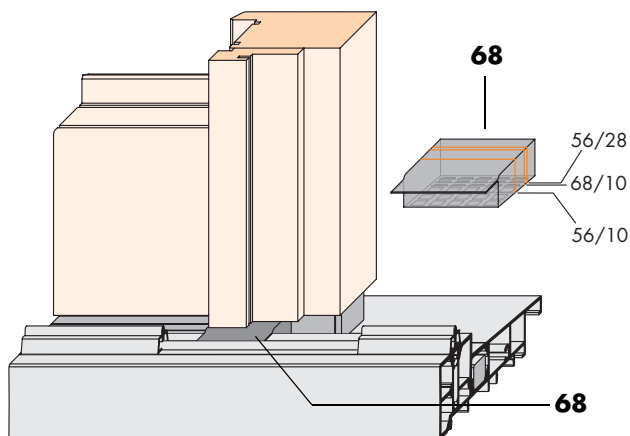

Bild 7
- G** Einbau des Dichtungsblockes (68)
- Bei Flügelholzdicke/Flügelabstand 56/28 Dichtungsblock (68) an der entsprechenden Trennstelle abschneiden (Bild 7).
- Dichtungsblock (68) einlegen und versiegeln oder einkleben.